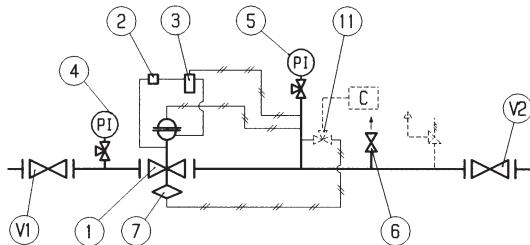

Fig. 16
5.4 MESSA IN SERVIZIO DEL REGOLATORE APERVAL CON VALVOLA DI BLOCCO INCORPORATA VB/93 (FIG. 16)
5.4 COMMISSIONING THE REGULATOR APERVAL WITH INCORPORATED VB/93 SLAM-SHUT (FIG. 16)
5.4 INBETRIEBNAHME DES REGELERS APERVAL MIT INGRIERTEM SICHERHEITSABSPERRVENTIL VB/93 (Abb. 16)
5.4 MISE EN SERVICE DU DETENDEUR APERVAL AVEC VANNE DE SECURITE VB/93 INCORPOREE (Fig. 16)
5.4 PUESTA EN SERVICIO DEL REGULADOR APERVAL CON VALVULA DE BLOQUEO INCORPORADA VB/93 (FIG. 16)
5.4 ACTIVACIÓN DO REGULADOR APERVAL E VÁLVULA SEGURANÇA INCORPORADA VB/93 (FIG. 16)